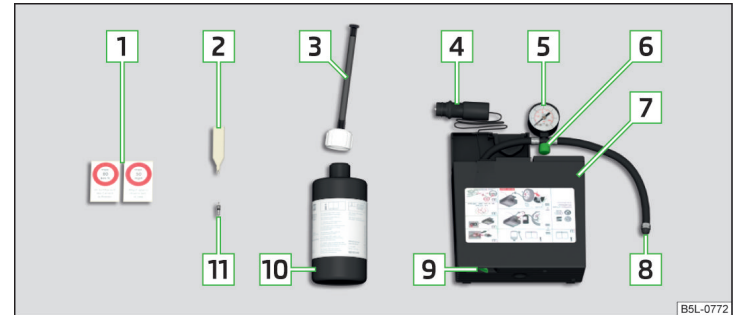

Fig. 177 Description du kit de dépannage
- Placez l'embout de vanne  » fig. 177 à la page 167 sur l'insert de vanne afin que les deux correspondent.
- Secouez énergiquement le flacon  » fig. 177 à la page 167 pendant quelques secondes.
- Vissez fermement le flexible de gonflage des pneus  » fig. 177 à la page 167 sur la valve du pneu.
- Collez l'autocollant  » fig. 177 à la page 167 sur le tableau de bord dans le champ de vision du conducteur.